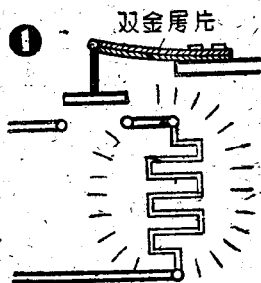

图3
1. 双金屬片(图3) 它是用两种具有不同热膨胀系数的金屬片——如銅片与鉄片——鉚合在一起,受热后銅的膨胀系数大,所以伸長得多;而鉄的膨胀系数小,所以伸長得少,